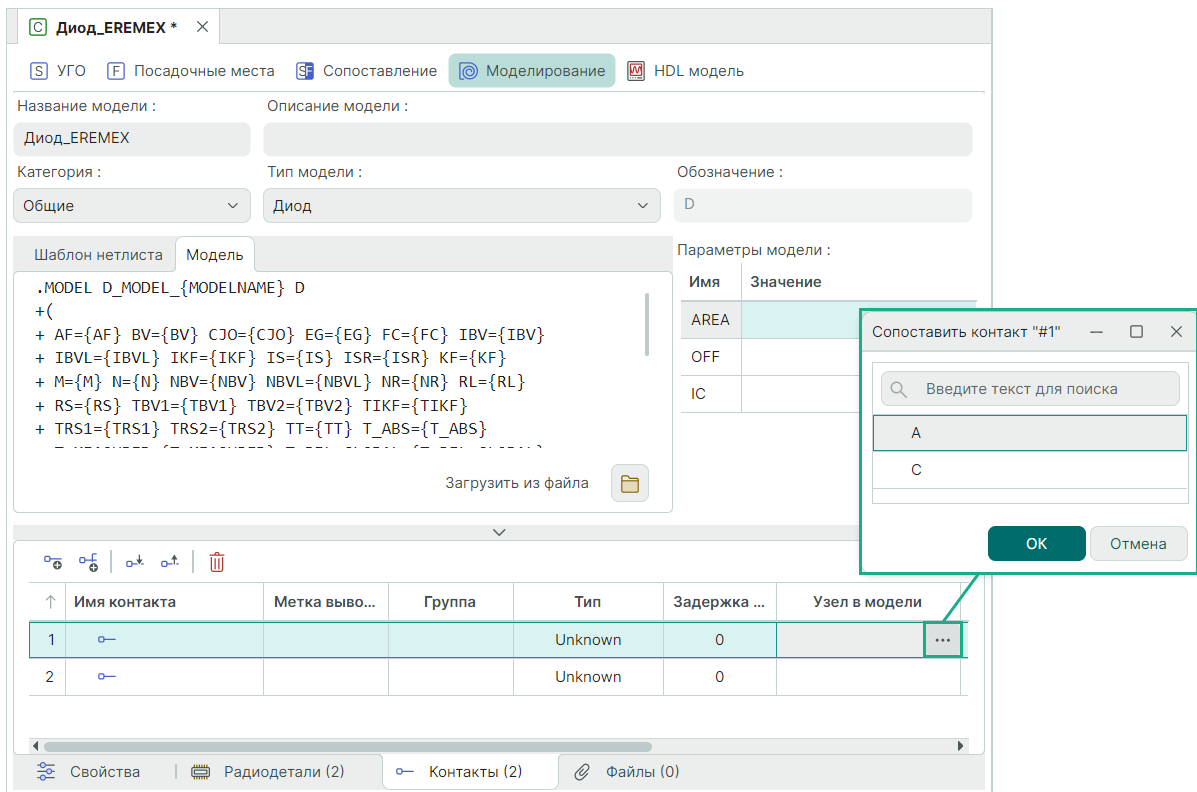

Рис. 286 Сопоставление контактов УГО с выводами SPICE-модели
5. Перейдите на вкладку «Контакты» и сопоставьте контакты компонента с выводами SPICE-модели, Рис. 286.